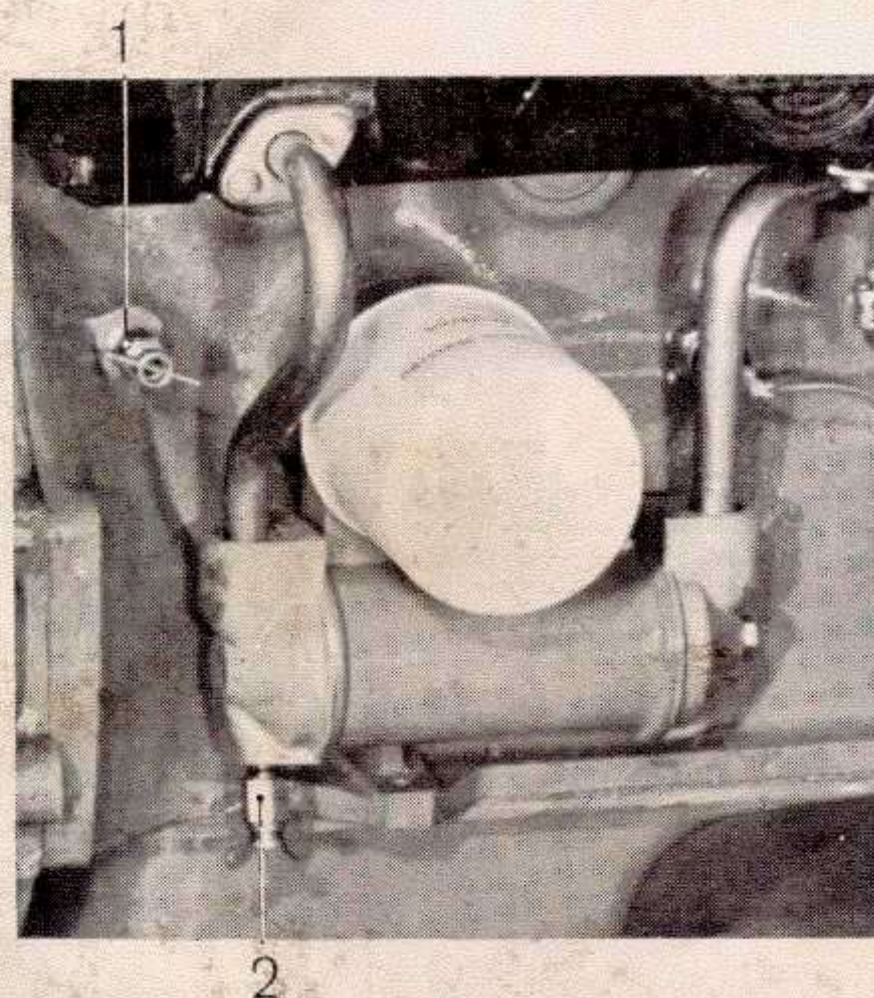

Fig. 59 Avtappningskranar 4-cyl. motor
- a. Tappa av allt kylvattnet från motorn, avgasrör och oljekylare genom att öppna avtappningskranarna, se fig. 59 och 60. Stäng därefter samtliga avtappningskranar.
- f. Tappa av allt kylvatten från motorn genom att öppna samtliga avtappningskranar, se fig. 59 och 60. **Rostskyddsblandningen ger ej något frysskydd för motorn.**